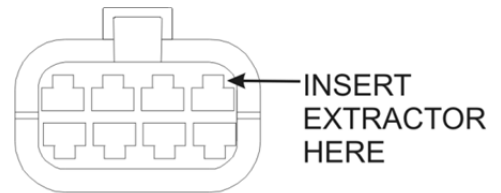

FIGURE 20 : EXTRACTION DES BROCHES CONNECTEURS VEC
22. Trois fils partent de R21 et vont directement au MCM (A36) (Figure 20).